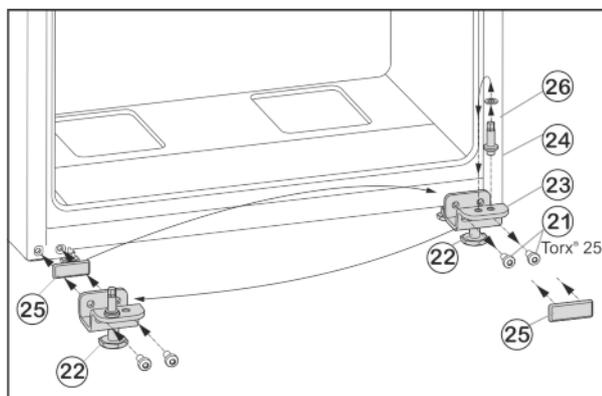

Fig. 6
- ▶ Открутите крепежные винты Fig. 6 (21).
- ▶ Снимите нижний опорный кронштейн Fig. 6 (23) вместе с опорным пальцем Fig. 6 (24), шайбой Fig. 6 (26) и регулируемой опорой Fig. 6 (22).
- ▶ Открутите опорный палец Fig. 6 (24) вместе с шайбой Fig. 6 (26) и, переставив в отверстие на противоположной стороне опорного кронштейна, снова прикрутите.
- ▶ Аккуратно снимите защитную пластину Fig. 6 (25) и переставьте ее на противоположную сторону.
- ▶ Прикрутите нижний опорный кронштейн Fig. 6 (23) вместе с опорным пальцем Fig. 6 (24), шайбой Fig. 6 (26) и регулируемой опорой Fig. 6 (22) с другой стороны шарнира (с моментом 4 Нм), при необходимости используйте аккумуляторный шурупверт.
- ▶ Установите нижнюю дверцу сверху на опорный палец Fig. 6 (24).
- ▶ Вставьте средний опорный кронштейн (13) с поворотом на 180° в нижнюю дверцу и прикрутите с помощью крепежных винтов (11) (2 шт. Torx® 25) на новую сторону шарнира (с моментом 4 Нм).
- ▶ Снова установите пластиковую шайбу (10).
- ▶ Выверните регулируемую опору Fig. 6 (22) на нижнем опорном кронштейне Fig. 6 (23) до ее соприкосновения с полом.